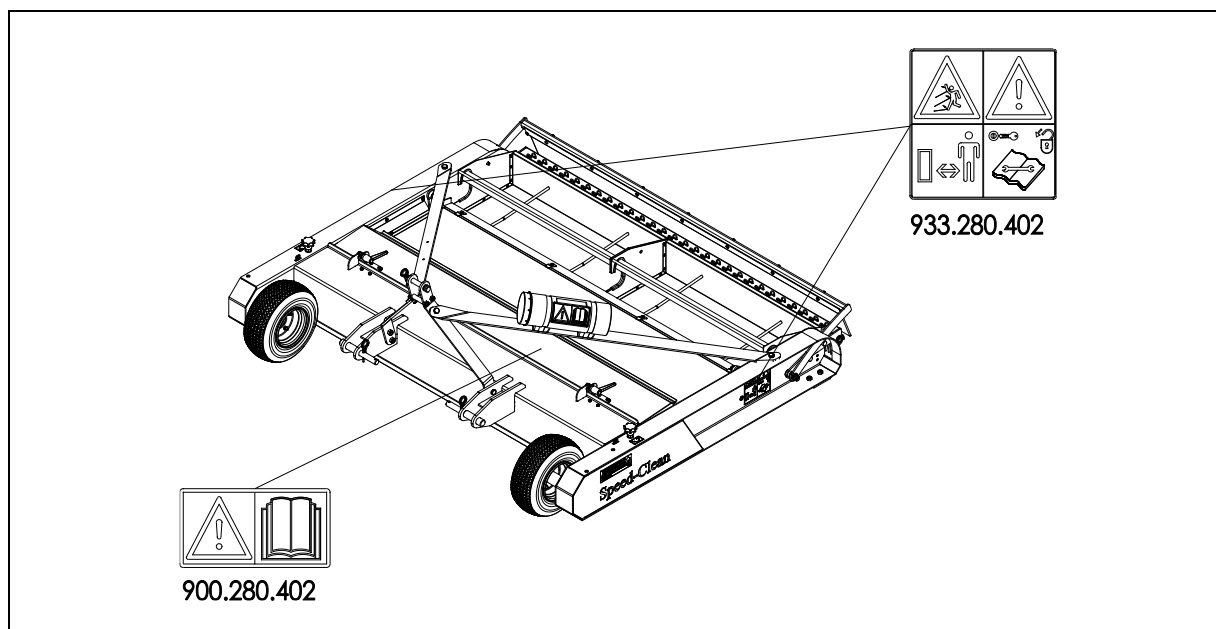

Fig. 5
Las pegatinas de seguridad (Fig. 5) con significados homónimos se encuentran en ambos lados de su Speed-Clean. Estas pegatinas de seguridad deberán estar siempre en un lugar visible y deben ser legibles. Cámbiense en caso de deterioro.
- (7) Ubicación de las pegatinas de seguridad. (Fig. 5)